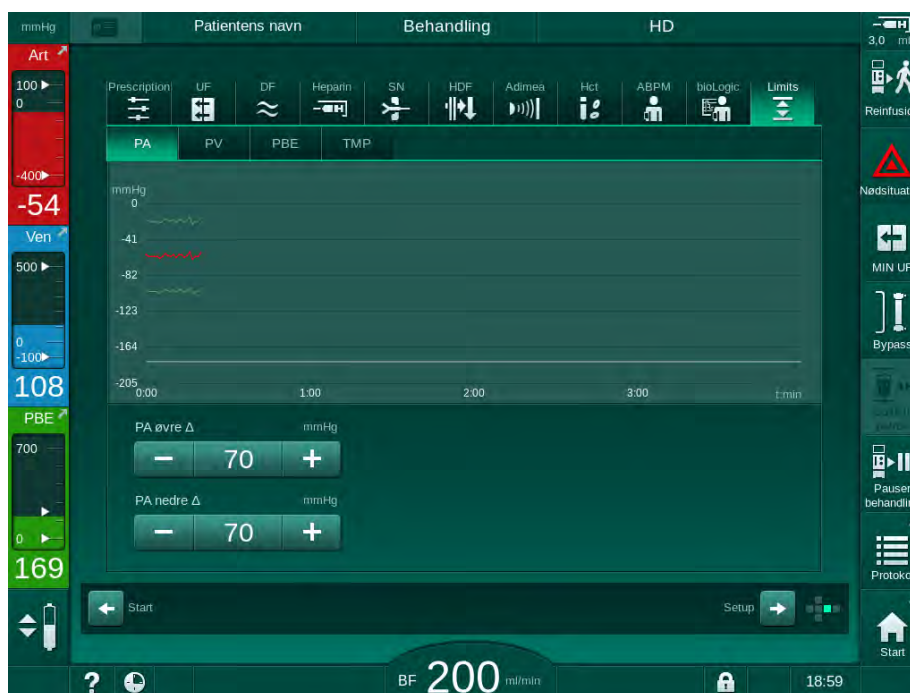
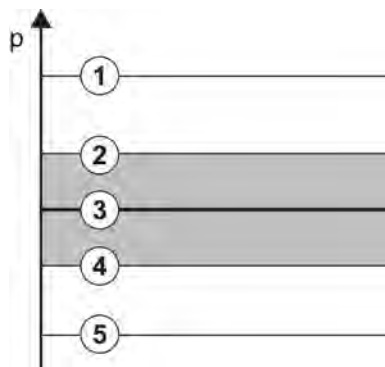

Fig. 5-21 Eksempel på trykgrænser på skærmen *Input*
Fig. 5-22 Trykgrænser
Trykket overvåges ved hjælp af grænsevinduer (gråt område i Fig. 5-22) som defineres gennem den respektive afstand mellem den aktuelle værdi ③ og de nedre ④ og øvre ② grænser (min./maks. deltaværdier). Totalen af disse to afstande giver bredden på grænsevinduet, f.eks. i eksemplet i Fig. 5-21: 70 + 70 = 140 (mmHg).